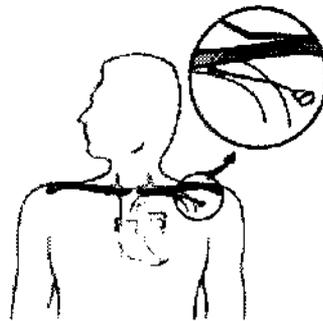

Figura 1. Punción subclavia
2. Cuando haya identificado y distendido la vena subclavia, use la aguja del kit introductor de catéter para realizar la punción venosa (Figura 1).